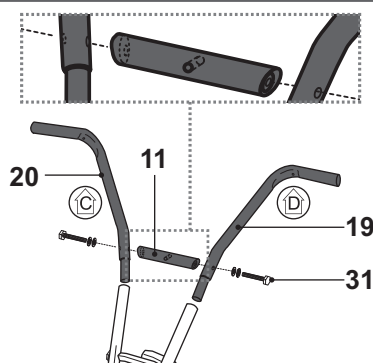

Fig. 2b
- > Alignez l'une des barres de liaison [11] entre les pieds C [20] et D [19] et fixez-la avec deux kits de montage [31] (Fig. 2b).